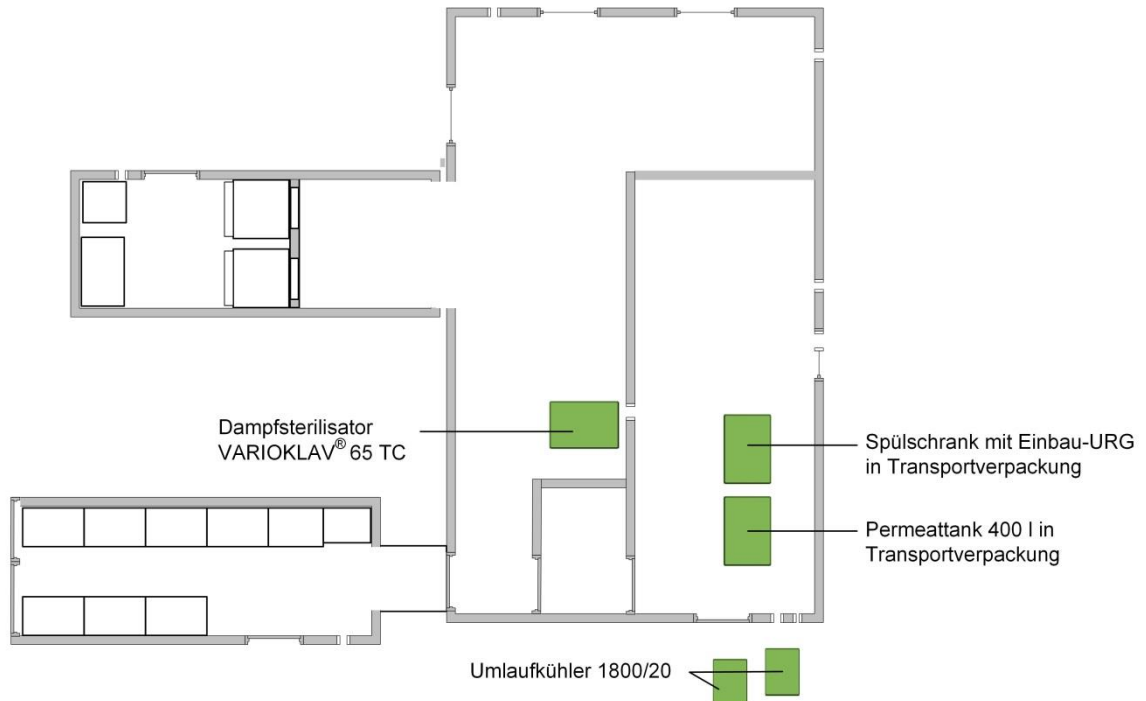

Abb. 11: Positionierung des Permeattanks
- ◆ Heben Sie den Permeattank mit einem Stapler2 aus dem Container und platzieren diese gemäß Abb. 11:.